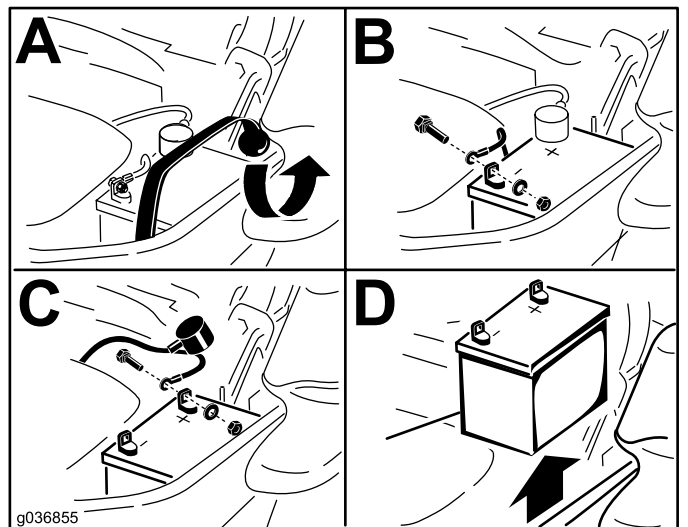

Bild 54
3. Nehmen Sie die Batterie heraus, wie in Bild 54 abgebildet.
- Legen Sie die Batterie so in das Fach, dass die Anschlussklemmen auf der anderen Seite des Hydraulikbehälters sind (Bild 54).
- Befestigen Sie die Kabel mit zwei Schrauben, 2 Scheiben und 2 Sicherungsmuttern (Bild 54).
- Befestigen Sie die Batterie mit dem Gummiriemen (Bild 54).